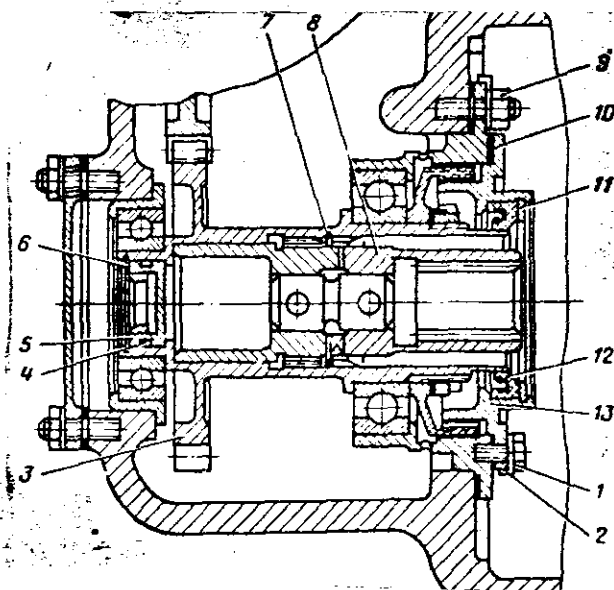

Рис.42. Привод стартер-генератора:
3. Специальным приспособлением выньте из привода стартер-генератора стопорное кольцо 7 (рис.42) и оставшуюся полу муфту 8.